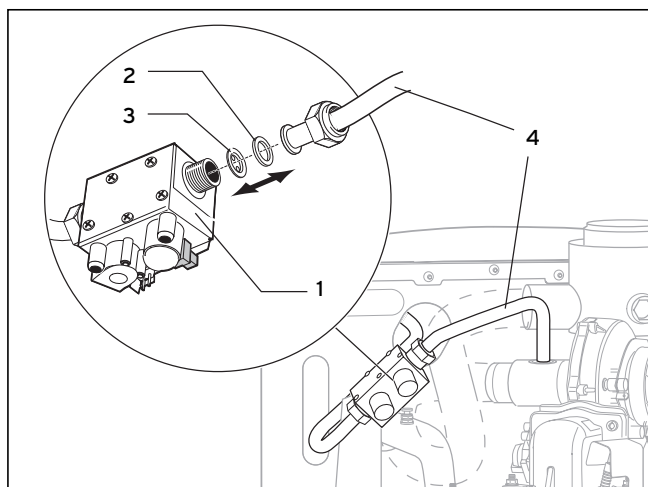

Рис. 5.2 Замена газовой заглушки
- Для переоснащения устройства для работы с природного газа на сжиженный газ установите газовую заглушку вместе с уплотнением (рис. 5.2 2, 3). (см. табл. 5.1)